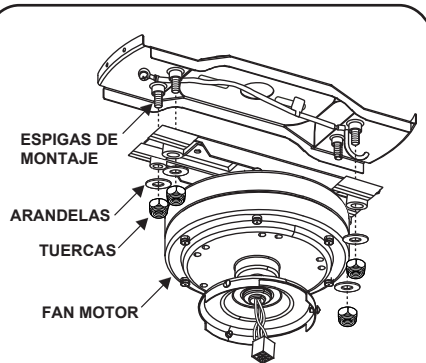

Fig. 9
Paso 1. Coloque el ventilador en su posición sobre las cuatro espigas de montaje y asegurelo con las tuercas y arandelas que vienen con el ventilador. (Fig. 9)
Paso 2. Retire dos de los cuatro tornillos del soporte de montaje y afloje los otros dos. (No los quite). (Fig. 9)